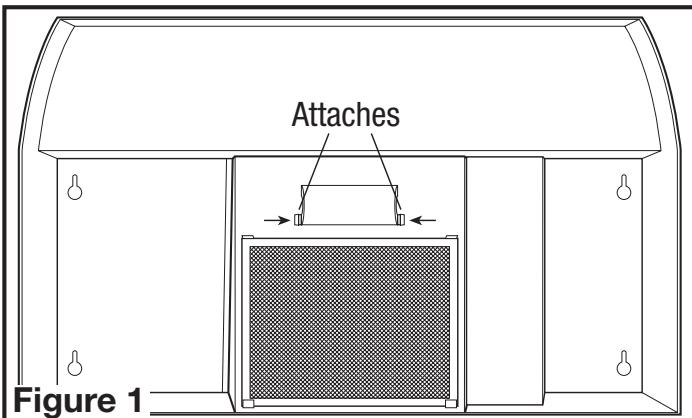

Figure 1
- Enlever le couvercle de lampe en pressant les deux onglets ensemble (**Figure 1**):